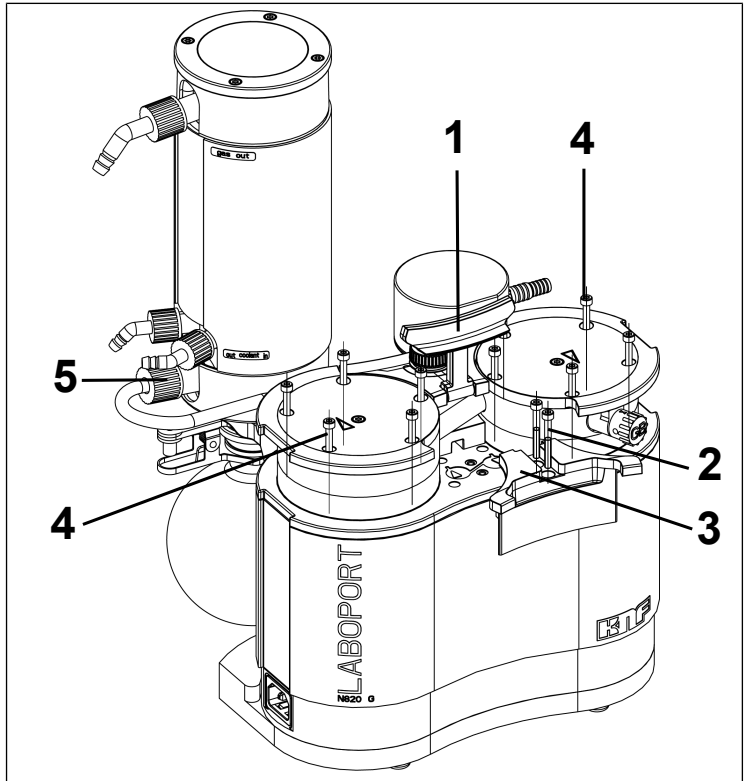

Fig.11: Démontage de la poignée
2. Desserrez l'écrou d'accouplement du raccord de tuyaux (5/ Fig. 11) des composants du système de vide.
3. Mettez la poignée (1/ Fig. 11) en position verticale.
4. Desserrez les deux vis (2/ Fig. 11) du cache de poignée (3/ Fig. 11).
5. Retirez le cache de poignée (3/ Fig. 11).
6. Desserrez les vis extérieures de la tête (4/ Fig. 11) sur les deux têtes de pompe.
1. Marquez la plaque supérieure (2), le couvercle (3) et la plaque intermédiaire (6) d'un trait de crayon continu. Cela permet d'éviter que les pièces ne soient mal assemblées par la suite.
2. Retirez les vis extérieures (4/ Fig. 11) des têtes de pompe.
8. Serrez la vis intérieure de la tête (1) au milieu de la plaque de pression (couple de serrage : 1 Nm).
9. Serrez les vis (4/ Fig. 11) en croix (couple de serrage : SH/ SR820G : 4 Nm ; SR/SH840G : 5 Nm)
11. Serrez l'écrou d'accouplement du raccord de tuyaux (5/ Fig. 11) sur le condenseur haute performance (2/ Fig. 2) à la main.
1. Montez le cache de poignée (3/ Fig. 11).
2. Serrez les vis (2/ Fig. 11) du cache de poignée (3/ Fig. 11) (couple de serrage : 2 Nm).